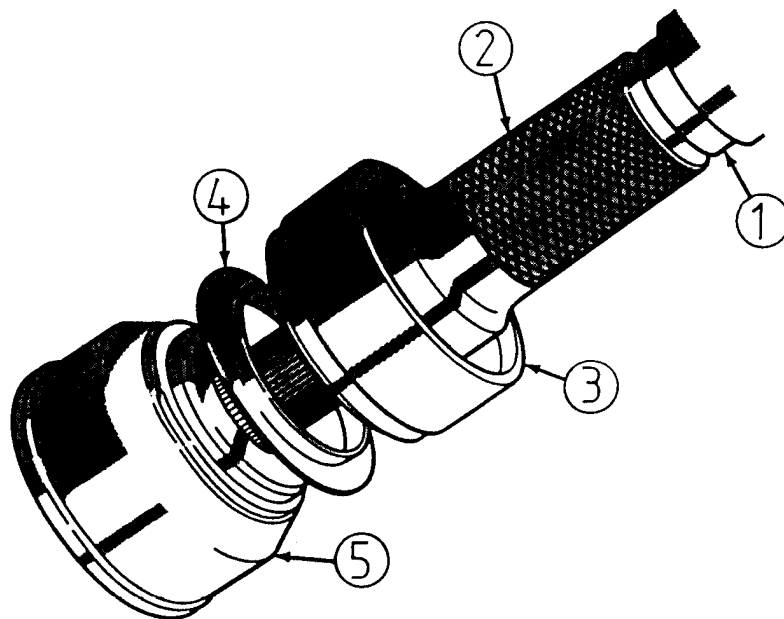

Bild 14 - Geräteaufbau für die Abnutzungskragen-Installation
- (4) Installieren Sie die Klammernschraube und ziehen Sie mit 95 kp an (Bild 14)